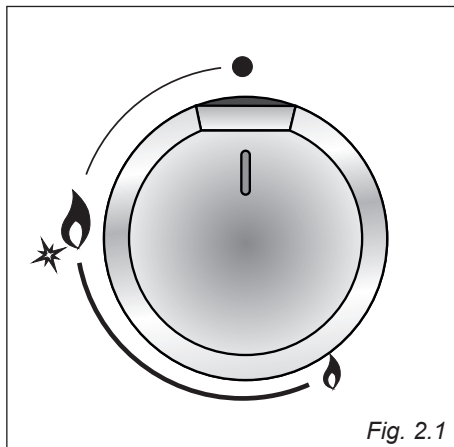
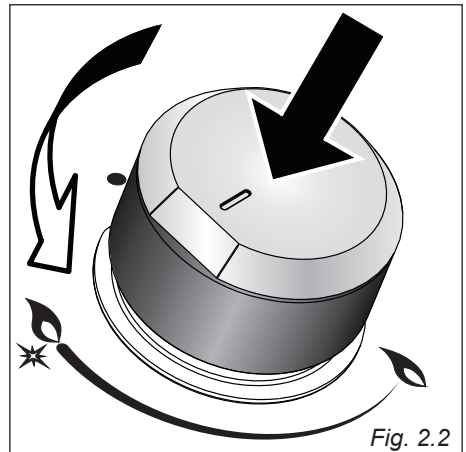

Fig. 2.1
Fig. 2.2
Med betjeningsknappen tennes brenneren, og flammens styrke stilles inn (se Fig. 2.1).
1. Trykk knappen inn og dreii den mot venstre (Fig. 2.2) til symbolet for kraftigste flamme  (Fig. 2.1). Hold knappen inne inntil flammen tenner. Hvis flammen ikke tenner, forsøk da med en fyrstikk.